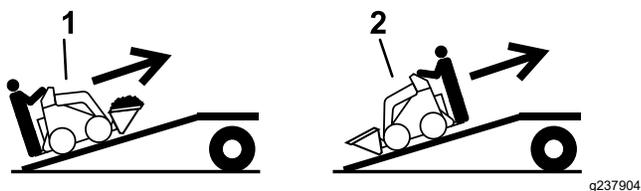

図 14
5. 積み込みは、機体の前後のうち重い方を山側登り側にして行う 図 14。